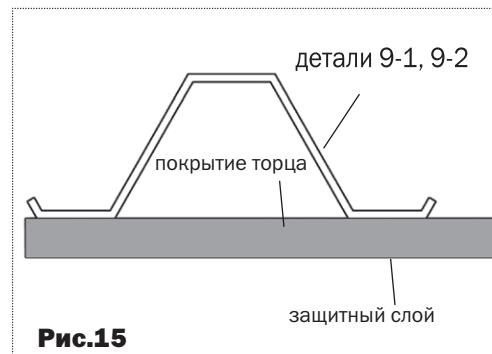
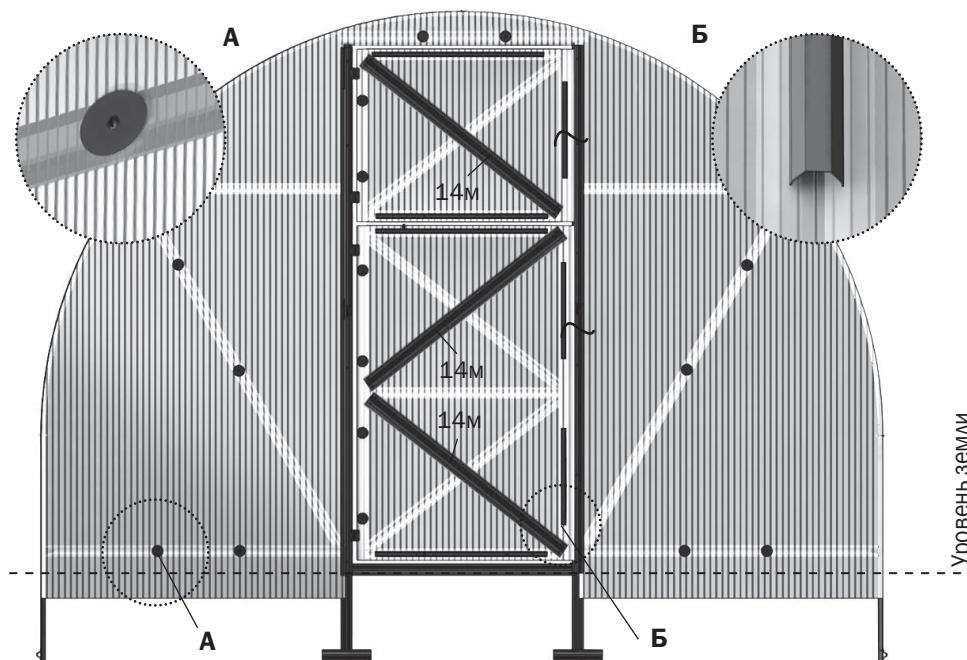

Рис.15
Рис. 23
2. Установите боковые куски покрытия торца в соответствии с **рис.15**. Придерживая кусок покрытия, закрепите его винтами с шайбами по деталям **11** и **8** (**рис.23**). Отверстия для винтов выполняются сверлом диаметром 4 мм изнутри теплицы через готовые отверстия в деталях каркаса.
5. Закрепите куски покрытия на форточки и двери прижимами и шайбами (**рис.23**), предварительно закрыв соты (оклеив их скотчем). По сторонам, противоположным петлям покрытие должно выступать за каркас на 15 мм (**рис.22**). Профили уплотнительные устанавливаются по контуру дверей и форточек в соответствии с рисунками **19...22**.
6. Шайбы и прижимы на торце устанавливаются в соответствии с **рис.23.**
Покрытие, закрепляется винтами с шайбами в соответствии с рис. 23а. В некоторых деталях остаются свободные отверстия, по ним винты с шайбами не устанавливать!
Рис. 23а